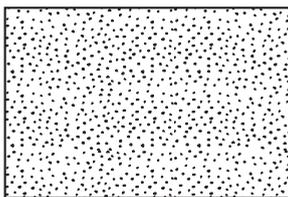

图 2—22 花纹桌布
绘制图 2—22 所示的花纹桌布。
(1) 设置点的样式。执行“格式”→“点样式”命令，系统将弹出“点样式”对话框，在该对话框中按图 2—23 所示设置点样式。